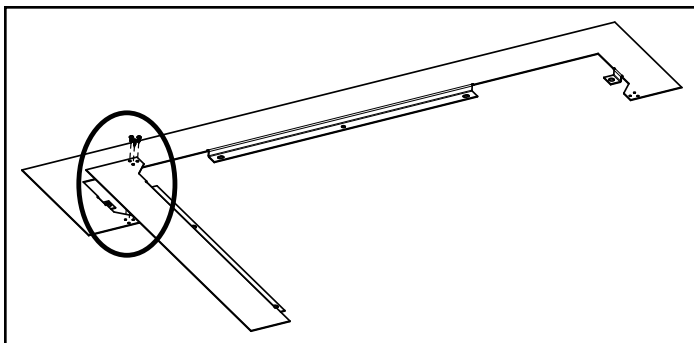

Figure 22.1
- 1. Alignez les trous de Extension Surround SR Côté et de l'Extension Surround Haut (Figure 22.1).
- 2. À l'aide d'un tournevis Cruciforme et de trois (3) #8 x 1/2 vis à tête Phillips; sécurisé Extension Surround SR Côté à l'Extension Surround Haut (Figure 22.1).